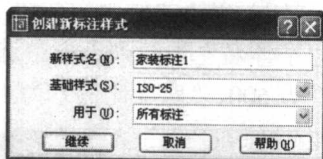

图 1-18 “创建新标注样式”对话框
(2) 单击“新建”按钮，弹出“创建新标注样式”对话框，将“新样式名”文本框中的“副本 ISO-25”修改成“家装标注 1”，如图 1-18 所示。